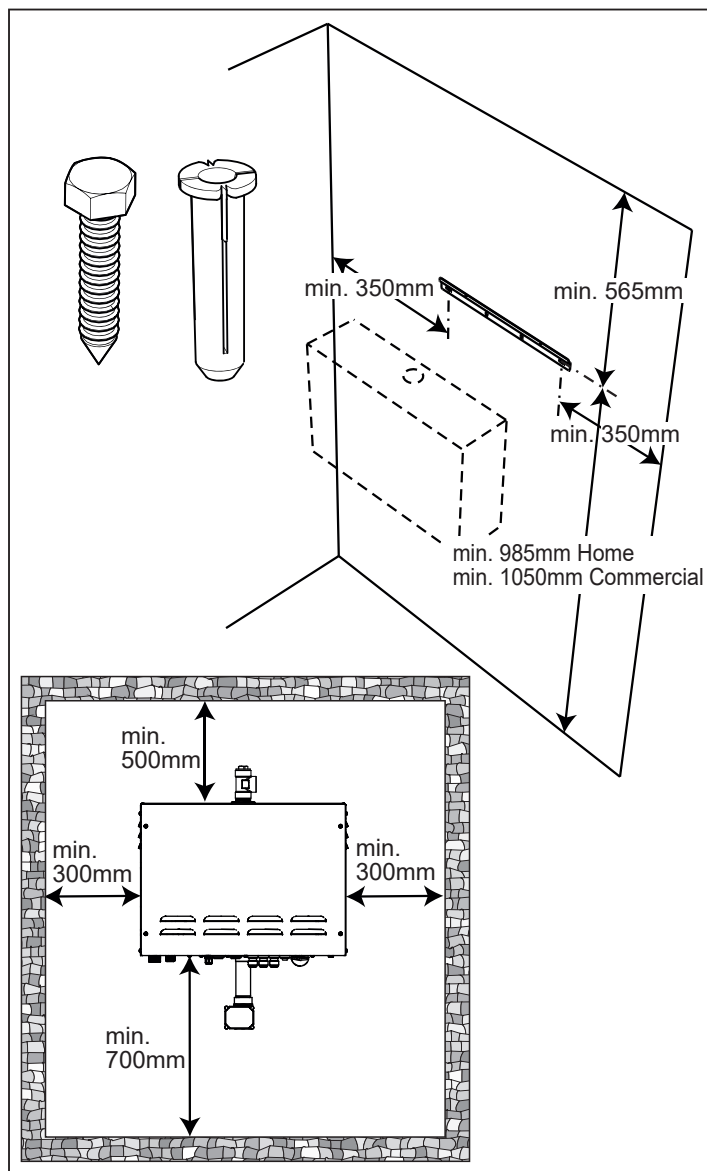

Fig. 3 Upphängning av ånggeneratort
- Ånggeneratorns placering – se fig 3, 4, 5
Var noga med att respektera de monteringsavstånd som finns angivna (Fig. 3, 4). Dessa är tilltagna för att möjliggöra underhåll och service.